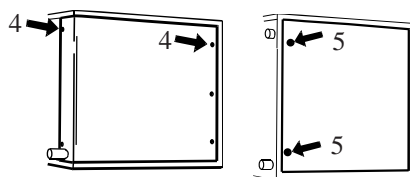

Fig 8
Vrid skruvarna (4) moturs ett varv, (3 st på kortsidan och 2 st på långsidan) och demontera luckan (fig 8).